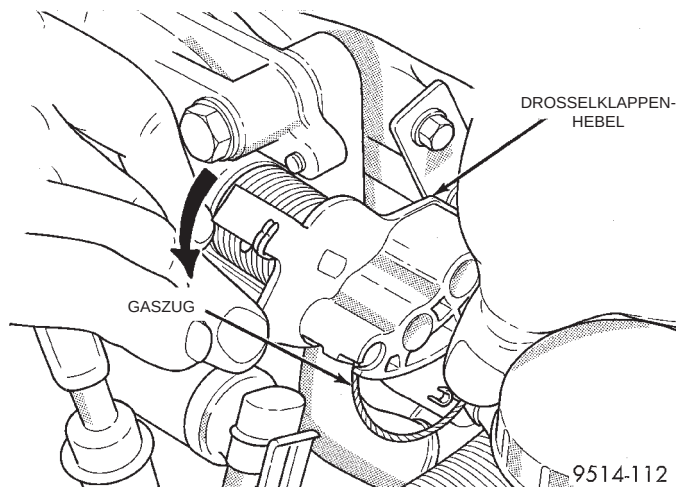

Abb. 48 Gaszugbefestigung am Drosselklappengehäuse
(1) Vom Motorraum aus den Gaszug am Drosselklappenhebel aushängen (Abb. 48).